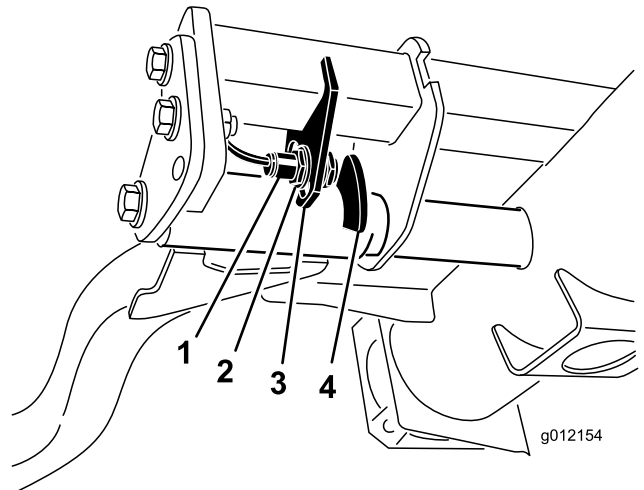

图34
2. 提升臂位于右前方提升臂（图34）后面的液压油箱下。
3. 拧松开安装螺钉（图34）并向下移动开关，可增大提升臂的转向高度；向上移动开关，可减小提升臂的转向高度。旋紧安装螺钉。